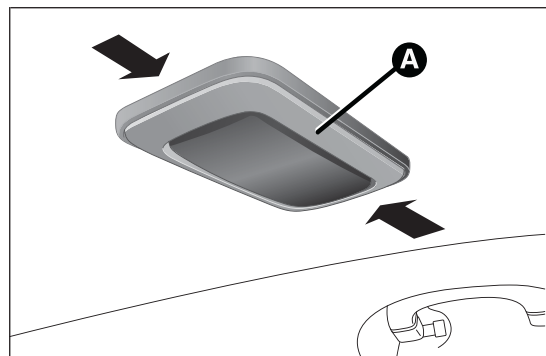

fig. 182
- ☐ agire nel punto indicato dalla frecce e rimuovere la plafoniera A fig. 182;
- ☐ rimontare la plafoniera A fig. 182 inserendola nella sua corretta posizione prima da un lato e quindi premendo sull'altro lato fino ad avvertire lo scatto di bloccaggio.